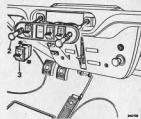

Abb. 2
- (1) Batterieverbindungen lösen.
- (2) Heizungskabel vom Wasserventil lösen.
- (3) Chokekabel von den Vergasern abnehmen.
- (4) Die Schlitzmutter lösen, die die Heizungs- und Chokekabel an der Schalttafel sichern. Kabelenden geringfügig aus der Tafel hervorstehen lassen (Abb. 2).
- (5) Schalttafel aus ihrer Aussparung in der Paketablage herausziehen.
- (6) Den entsprechenden Kippschalter durch Herausdrücken seiner Halteösen und Herausnahme aus der Schalttafel entfernen (Abb. 2).